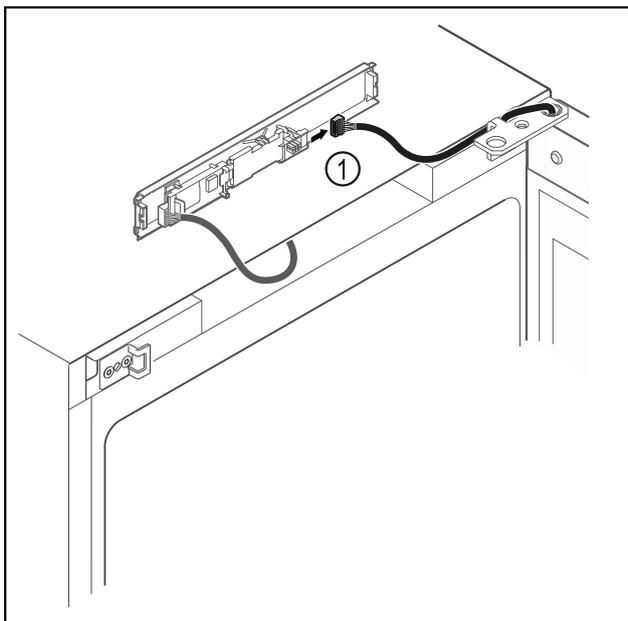

Fig. 17
- ▶ Débrancher le connecteur Fig. 17 (1) de la platine.